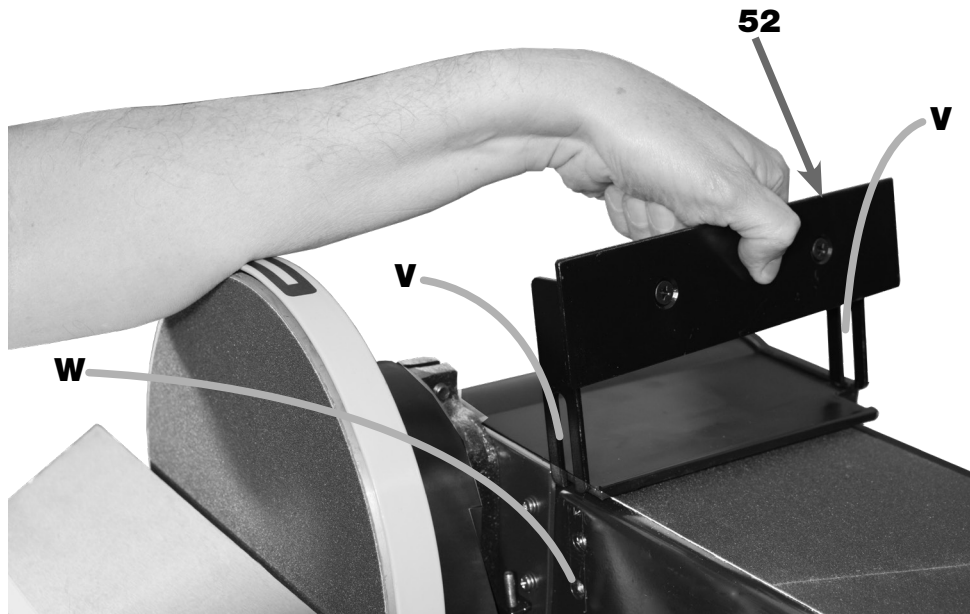

FIGURA 24 – Montagem do Batente
3. ENCAIXAR o Batente (52) na posição indicada na figura 24, coincidindo o Rasgo **V** com os Furos Rosqueados **W**;